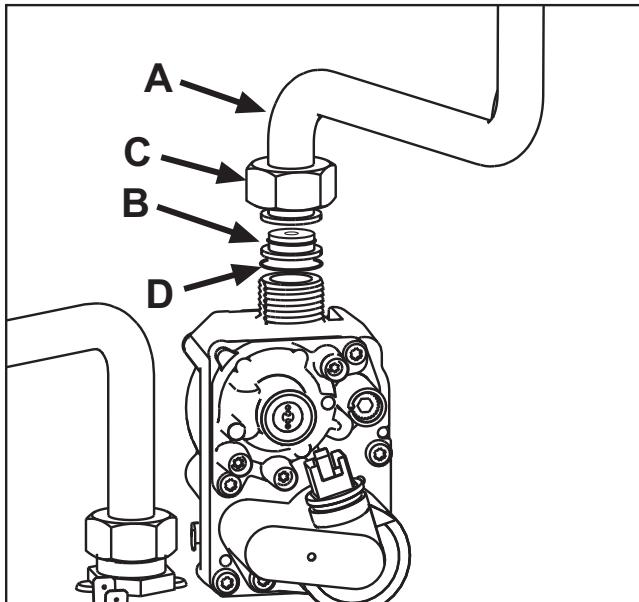

рис. 23
3. Открутить колесико **C** и вынуть газовую трубу **A** из газового клапана (см. рис. 23).
4. Заменить форсунку **B**, вставленную в газовую трубу, на форсунку, входящую в комплект для переоборудования на другой вид газа, вставив прокладку **D** (см.рис. 23).